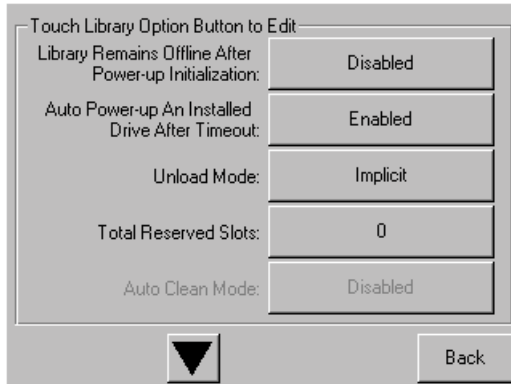

図3-7: [Total Reserved Slots]画面
2. ライブラリ オプション画面で[▼]を押して、[Total Reserved Slots]オプションが表示される画面まで移動します（図3-7を参照）。